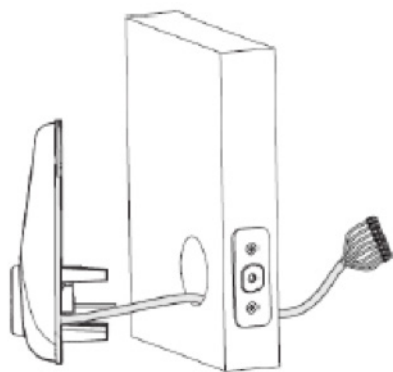
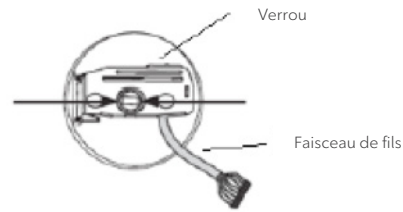

fig. 1A
fig. 1B
- › Glissez le couvercle du compartiment à piles vers le haut et retirez-le (remarquez les deux languettes au bas du couvercle) (fig. 1A).
- › Retirez la plaque de montage intérieure (avec le joint) de la partie arrière (côté de la porte) du loquet intérieur (fig. 1B).
1. Installez d'abord le loquet du côté de l'écran tactile extérieur (fig. 1A). Le faisceau de fils doit être passé à travers du logement, sous le pêne (fig. 1B). Assurez-vous que la languette glisse par la cavité noire du pêne (fig. 1B, indiqué par une flèche).
Remarque : Le faisceau de fils doit passer sous le pêne (fig. 1B).